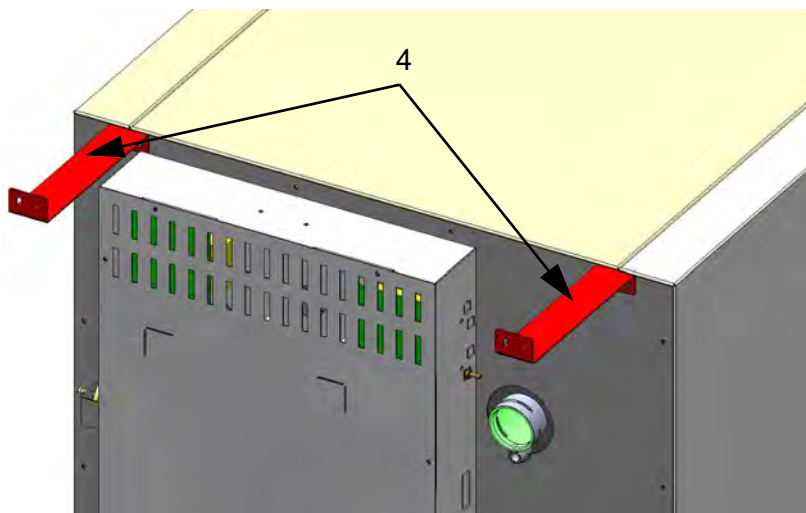

図 2-7. サポートフレーム取り付け
8. サポートフレーム (図 2-7、4) の両端を、およそ次の角度で曲げます：2つの直角のタブを得るために90°にする。